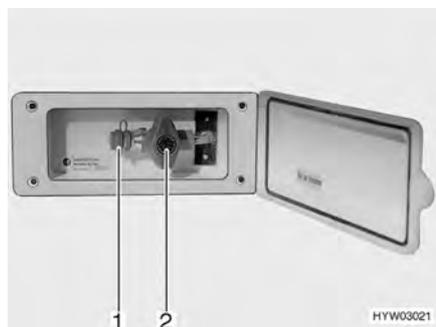

Bild 97 Externer Gasanschluss, Gasabsperrentil geschlossen
Der externe Gasanschluss (Bild 97) befindet sich je nach Modell am Heck oder auf der linken bzw. rechten Fahrzeugseite.
- Externes Gasgerät an der Anschluss-Stelle (Bild 97,1) anschließen.
- Das Gasabsperrentil (Bild 97,2) öffnen.